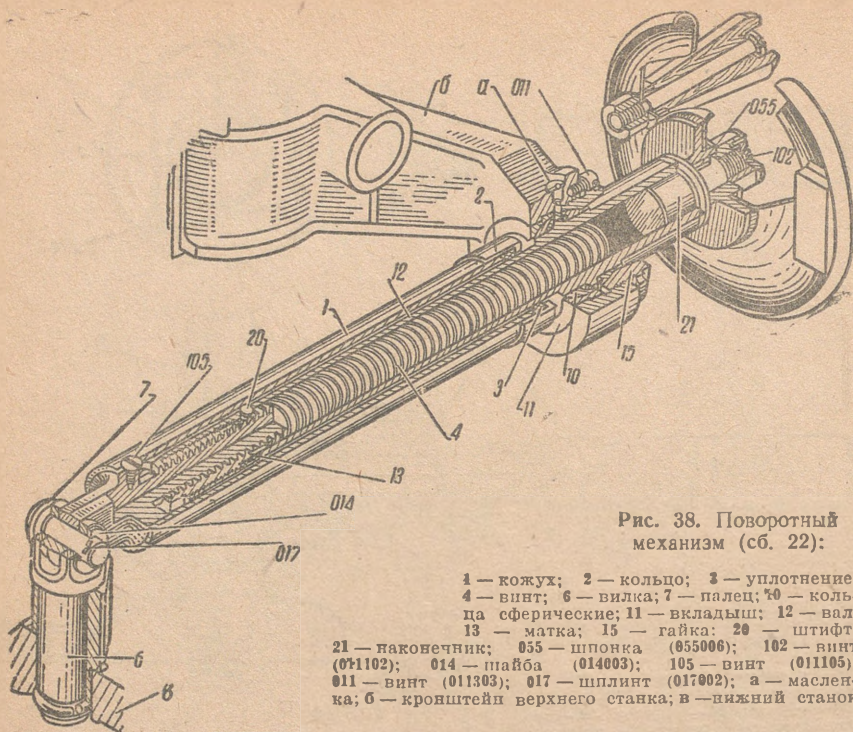

Рис. 38. Поворотный механизм (сб. 22):
10. ПОВОРОТНЫЙ МЕХАНИЗМ (рис. 38)